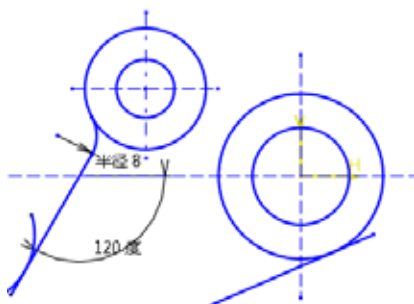

图5-122 创建圆角
- 09 利用【修剪第一图元】方式的【圆角】命令，创建半径为8的圆角，如图5-122所示。